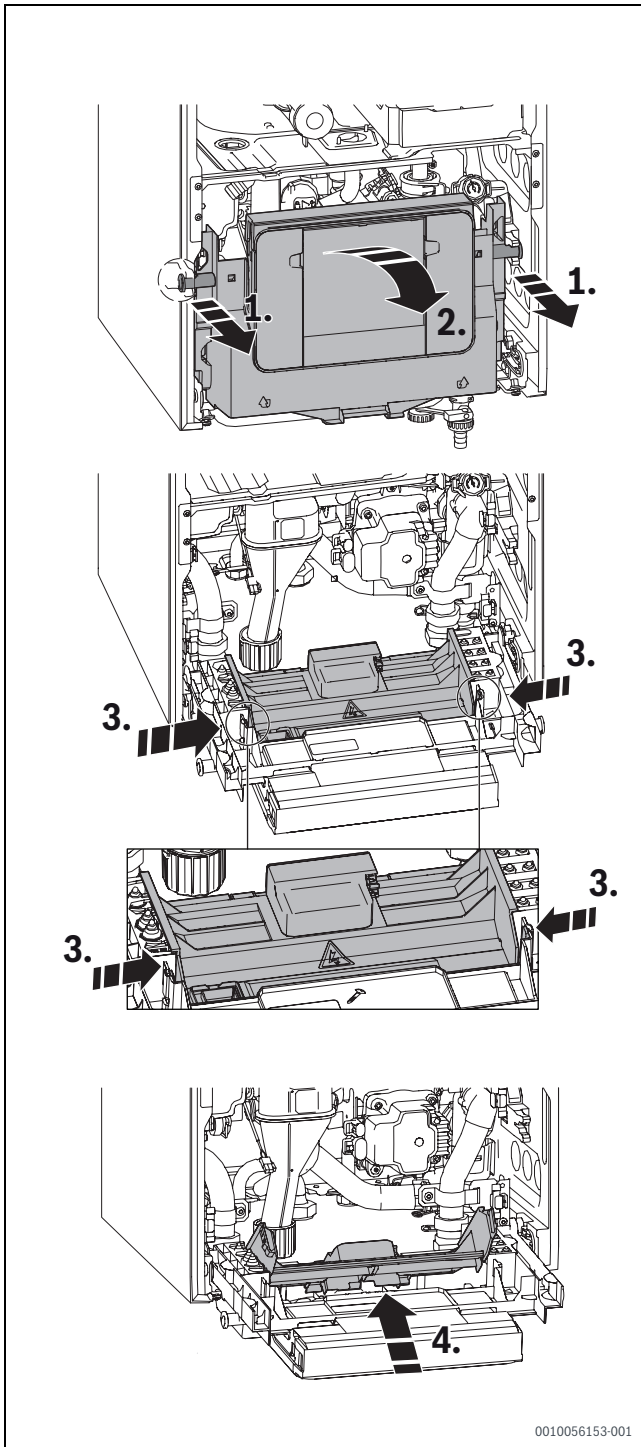

Bild 63 Steuergerät öffnen
- ▶ Steuergerät nach unten klappen (→ Bild 63).